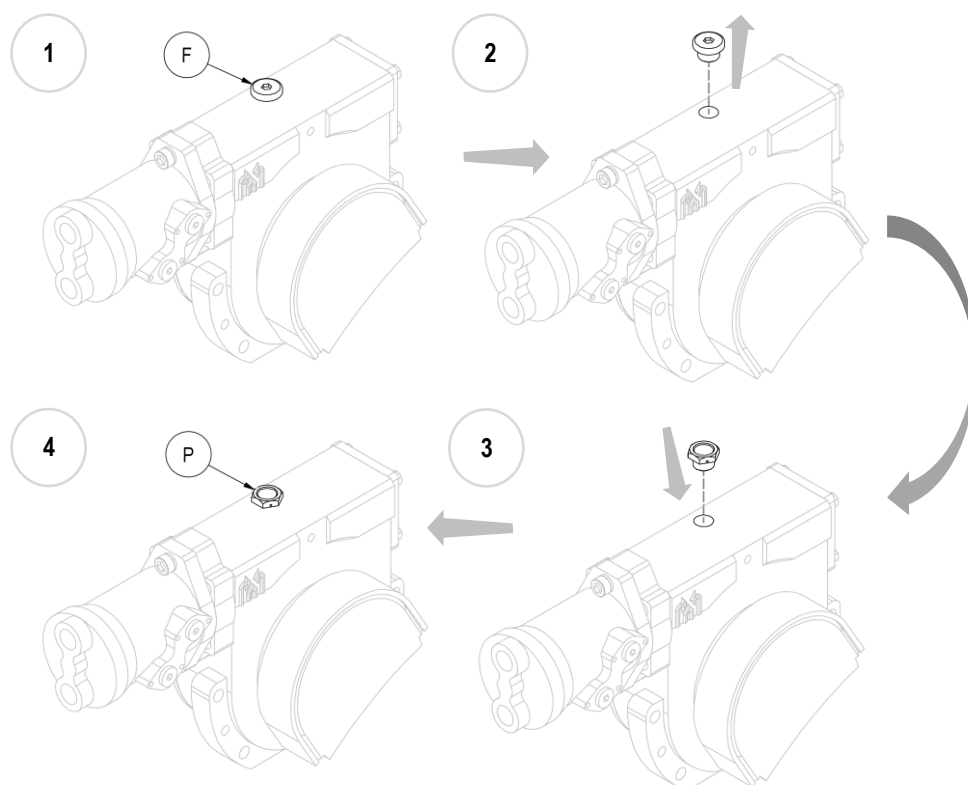

Figura 10
11. **N.B.** Con el implemento montado, reemplaze el tapón de llenado de aceite de hierro ciego (F) por el de plástico suministrado (P), equipado con un respiradero (mira Figura 10).